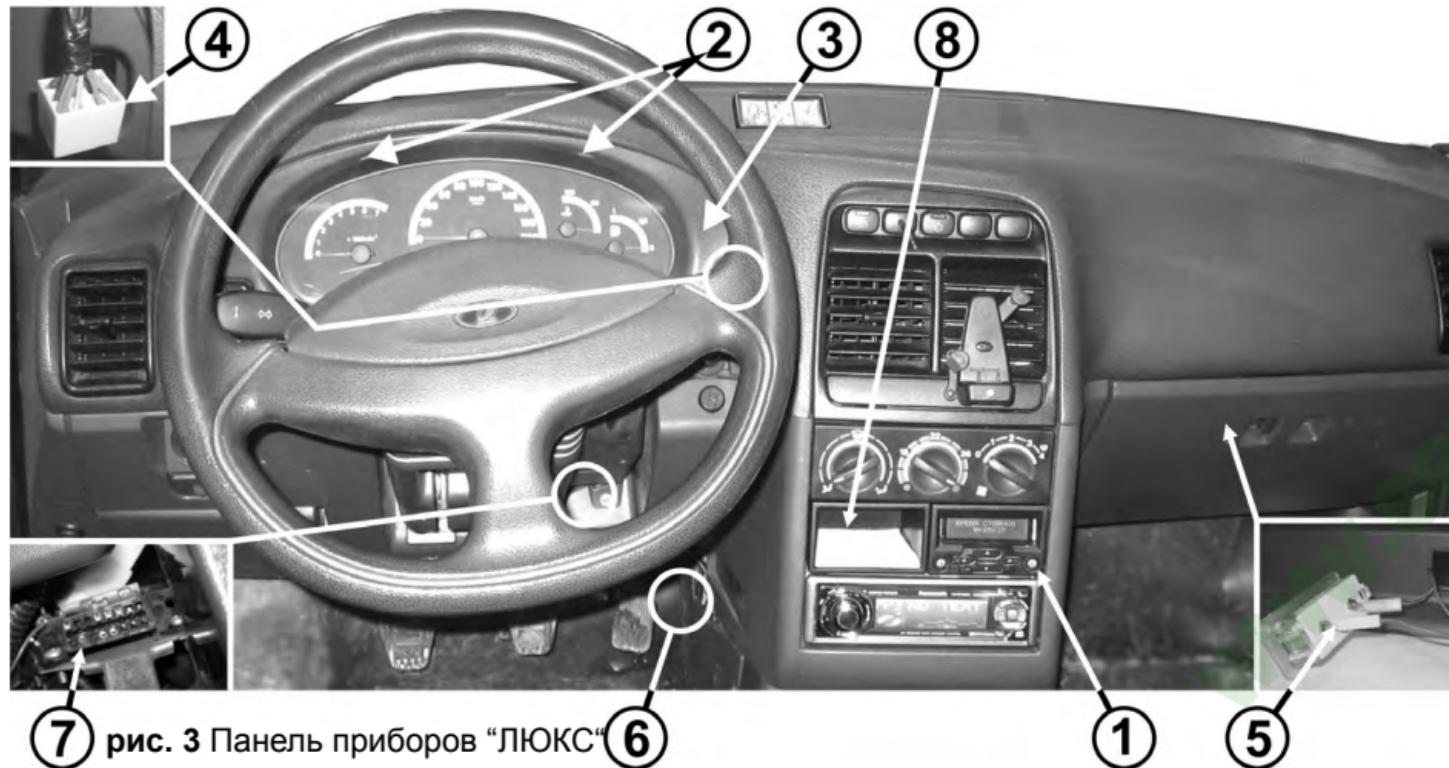

рис. 3 Панель приборов "ЛЮКС"
Установка БК производится в гнездо консоли панели приборов (например, поз.1, Рис.3).
1. Отверните два самонарезающих винта (поз. 2, Рис.3), крепящих щиток панели приборов (поз.3, Рис.3). С правой стороны щитка панели приборов находится выключатель аварийной сигнализации.
2. Извлеките выключатель аварийной сигнализации из щитка панели приборов и отсоедините его колодку (см. поз.4, Рис.3).